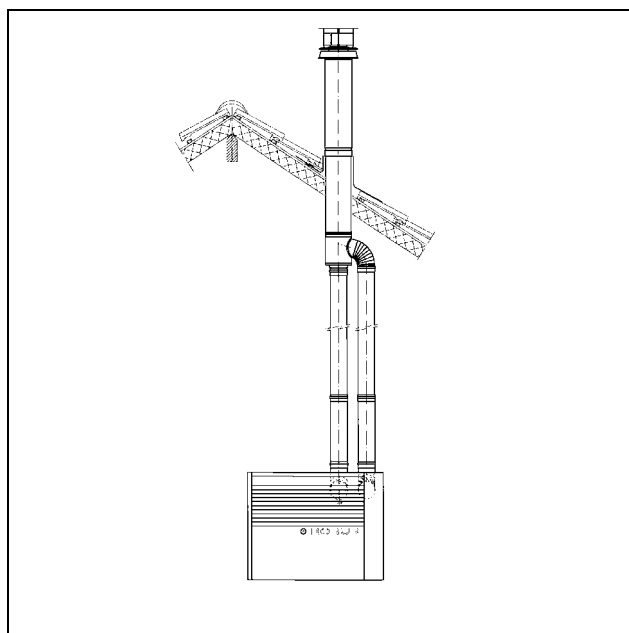

Рис. 9 – УСТАНОВКА ТИПА С32 С СООСНОЙ ТРУБОЙ, ВЫХОДЯЩЕЙ ЧЕРЕЗ КРЫШУ
- **тип установки С32** : дымоход и впуск воздуха для горения происходит посредством или коаксиального или отдельного вертикального трубопровода. Гарантируя, что устройство является полностью герметичным относительно помещения, в котором он установлен (смотри Рис. 9).